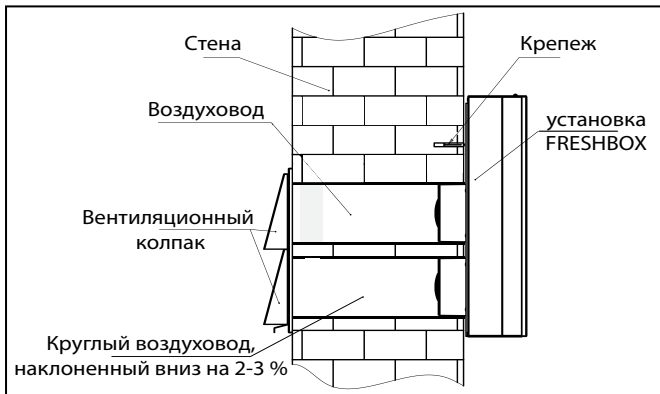

Рис. 9.
- б) Соедините патрубки установки с пластиковыми трубами, как показано на рис. 9;